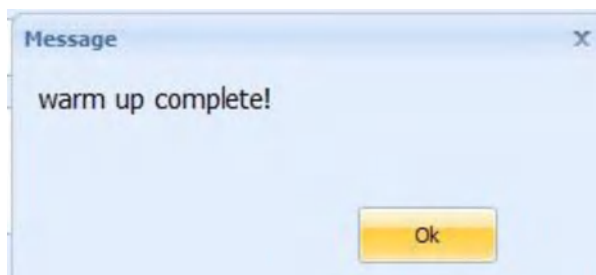

Рисунок 4-5 Разогрев трубки
- Когда индикатор процесса дойдет до конца, разогрев трубки завершится, и появится сообщение «Разогрев завершен» ("Warm Up Complete") (см. рис. 4-5).